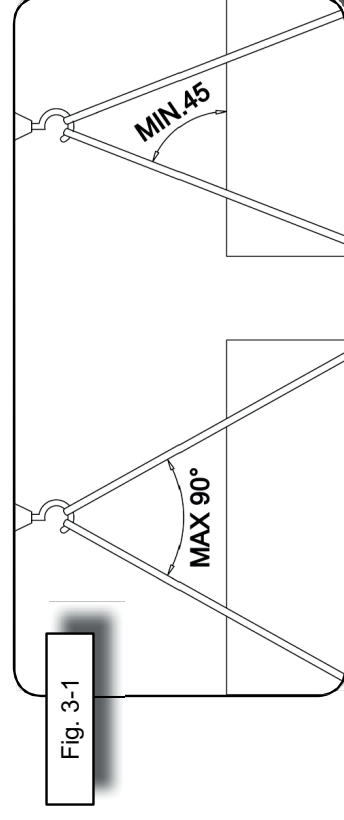

Fig. 3-1
Le operazioni di sollevamento e movimentazione devono essere eseguite da personale specializzato ed addestrato. La macchina può essere sollevata con carrello elevatore o con gru (Fig. 3-1) o manualmente.
- 2- Procedere con l'imbragatura interponendo eventualmente degli stracci tra la macchina e le cinghie per non rovinare le parti verniciate, nei punti indicati in Fig. 3-1.